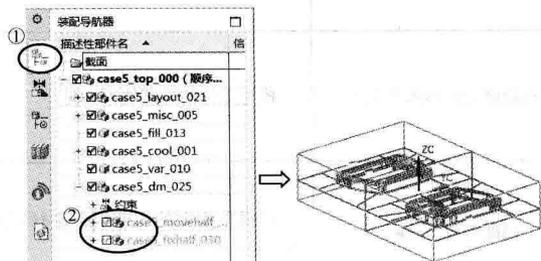

图 1-12 隐藏模架
2) 在资源工具条中打开“装配导航器”，将“case5_dm_025”模型树下的分支“case5_movehalf_032”和“case5_fixhalf_030”取消勾选，则将模架隐藏，只显示型腔和型芯，如图 1-12 所示。